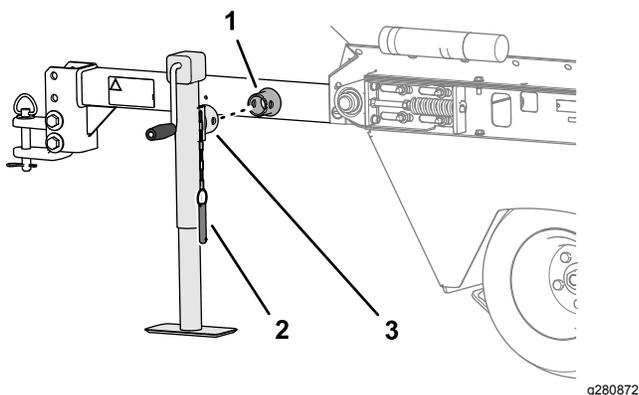

図 6
1. ジャッキを、取り付けチューブに入れる 図 6。
2. ジャッキの穴と、取り付けチューブの穴を合わせて、クレビスピンでジャッキを固定する 図 6。